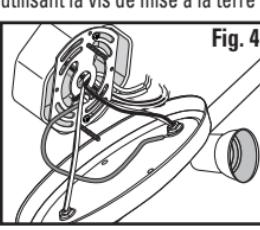

Fig. 4
Pull both sets of the fixtures' wires through the center hole of the mounting bracket (Fig. 4). Cut off the excess wire that you have pulled through, leaving six (6) inches (15,2 cm) for electrical connections and make sure that 1/2 in. (1,3 cm) of the insulation has been stripped off. Pull any excess wire up from the fixture and through the center hole of the mounting bracket. Push the excess supply wires back into the electrical box or under the mounting base.
Tirez sur les deux jeux de fils du luminaire pour les faire passer à travers le trou central du support de montage (Fig. 4). Coupez l'excès de fil que vous avez tiré à travers le trou, en laissant 15,2 cm pour les raccordements électriques et assurez-vous que le fil a été dénudé sur 1,3 cm de la gaine isolante. Tirez sur la longueur excédentaire de fil sortant du luminaire pour la faire passer à travers le trou central du support de montage. Poussez la longueur excédentaire des fils d'alimentation électrique pour la faire rentrer dans le boîtier électrique ou au-dessous de la base de montage.